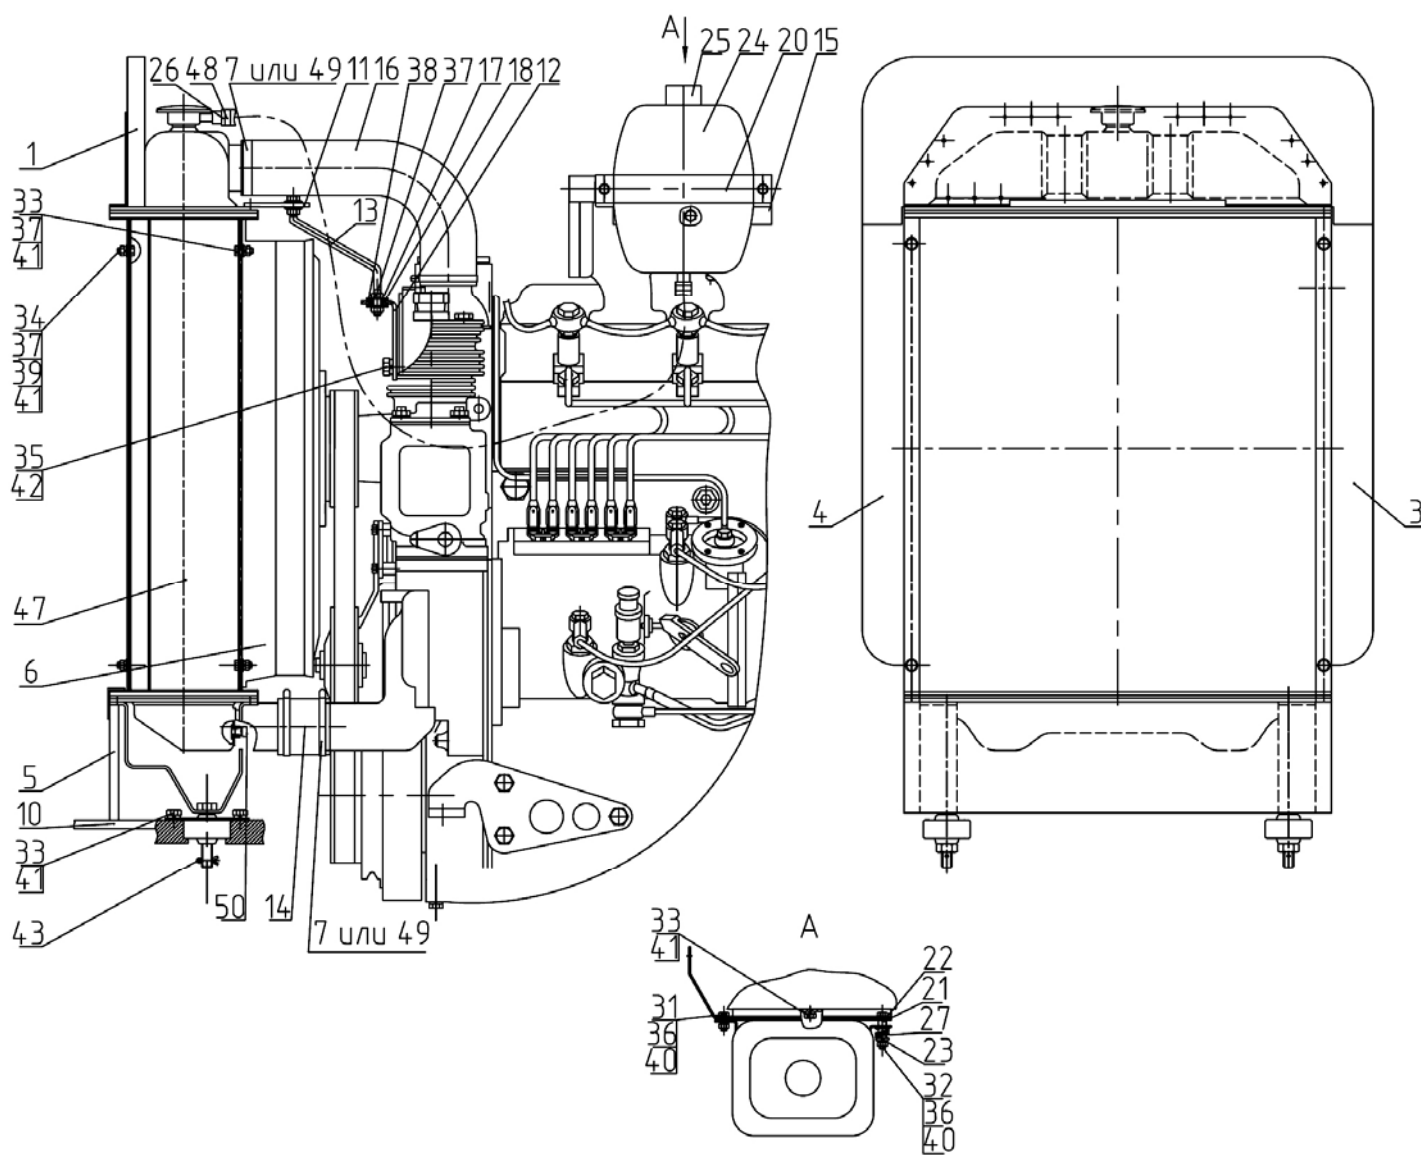

Рисунок 3.15 Система охлаждения
- б) разожмите хомуты 7 (рисунок 3.15) или 49, 48 и отсоедините шланги 14, 16, 26;